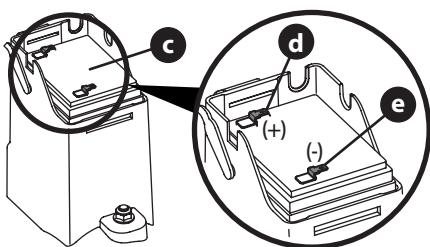

Figura 43
2. Instalación de la batería (Figura 43):